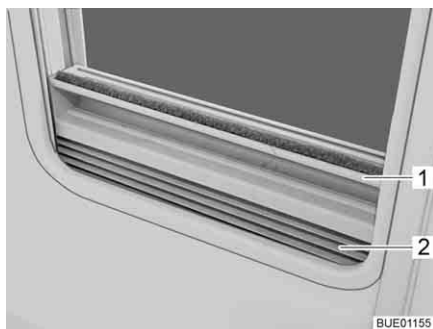

Fig. 42 Dispositif occultant plissé
- Saisir le dispositif occultant plissé (Fig. 42,2) par le centre de la barre-poignée (Fig. 42,1), le tirer du bas vers le haut et le relâcher à la hauteur voulue. Le dispositif occultant plissé reste alors à cette hauteur.